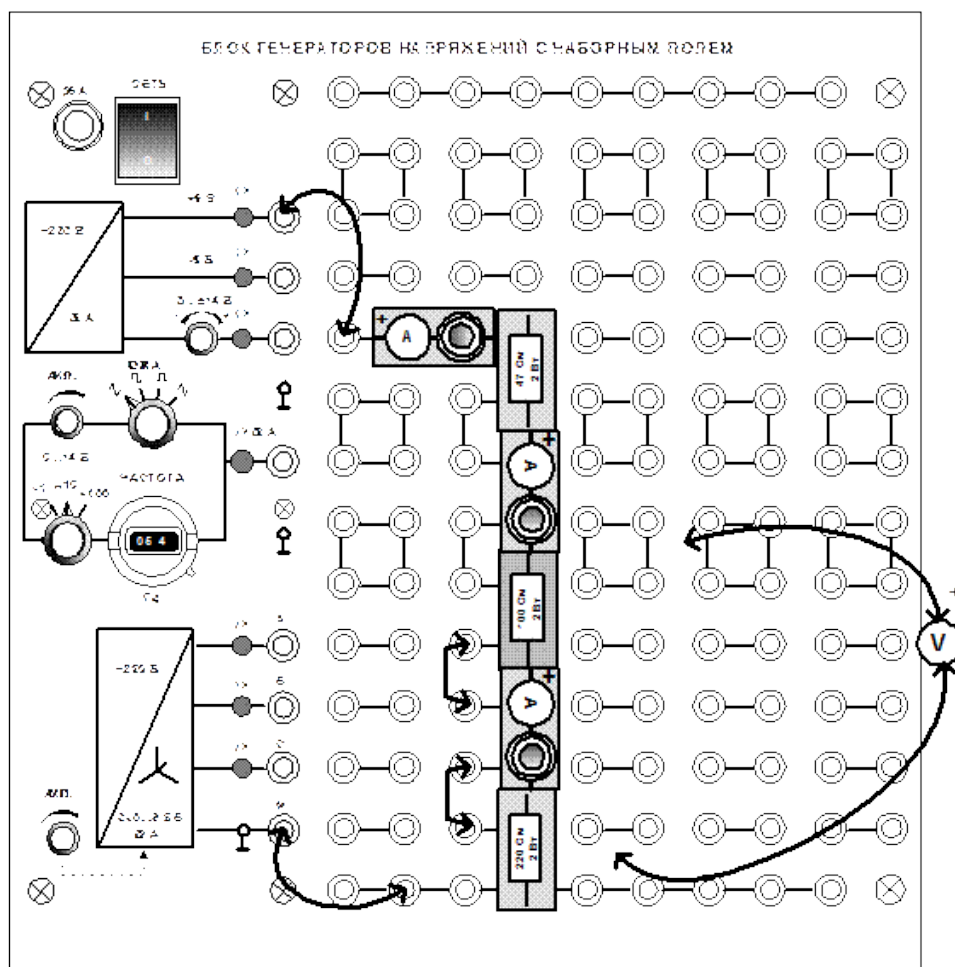

Рис. 3.2
1. Соберите цепь согласно монтажной схеме (рис. 3.2). Последовательно с резисторами 47, 100 и 220 Ом включите специальные миниблоки для подключения амперметра.